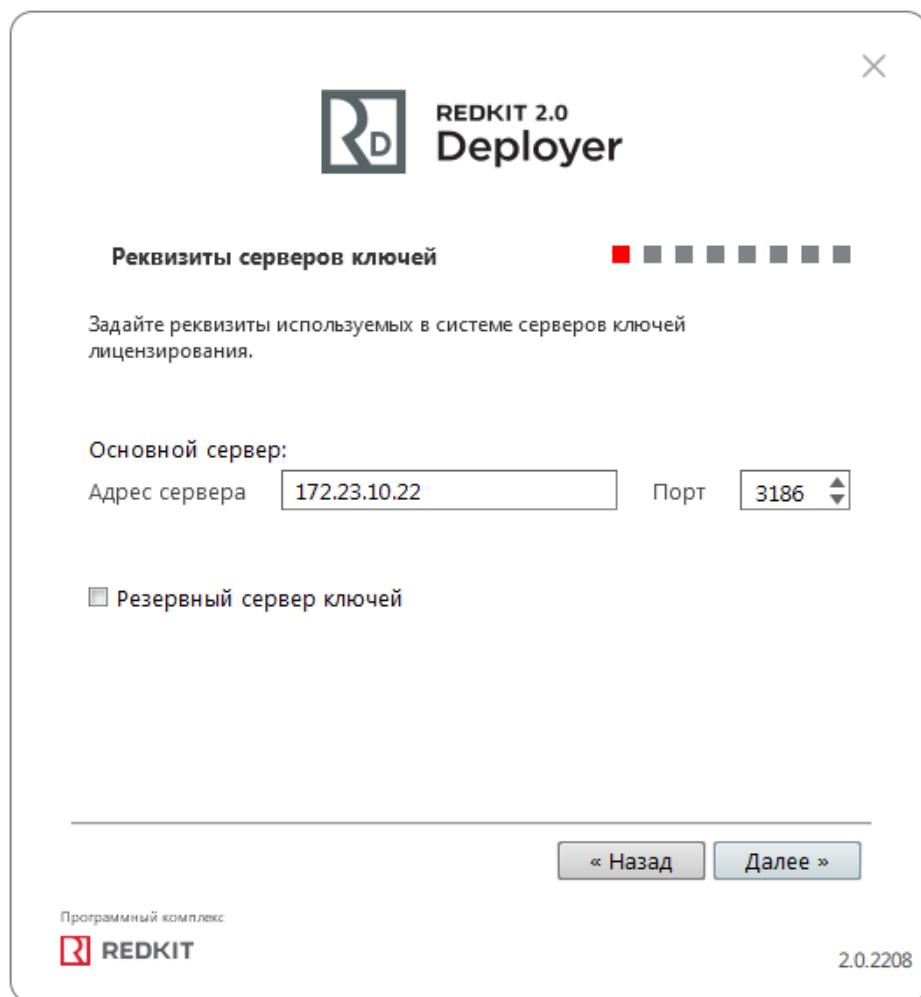

Рисунок 115 - Реквизиты серверов ключей
4. Укажите IP-адрес сервера ключей, порт оставьте по умолчанию. Нажмите **Далее** (Рисунок 115).